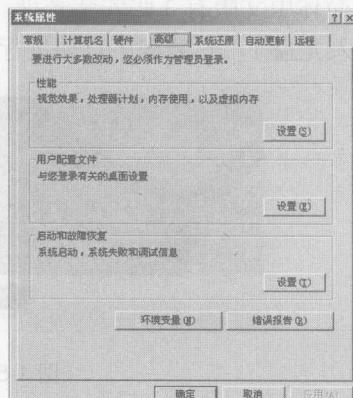

图 1-2 【高级】选项卡
- (2) 在【系统属性】对话框中切换到【高级】选项卡，弹出如图 1-2 所示的对话框。